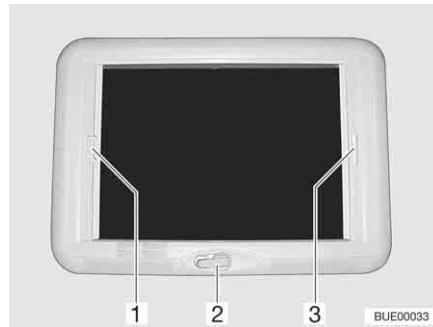

Bild 94 Kurbelhub-Dachhaube
*Öffnen:* ■ Die Handkurbel (Bild 94,2) drehen, bis Widerstand spürbar ist.
*Schließen:* ■ Die Faltdunklung am Griff (Bild 94,3) ziehen und an der gewünschten Position loslassen. Die Faltdunklung bleibt in dieser Position stehen.
*Schließen:* ■ Den Insektenschutz am Griff (Bild 94,1) zum gegenüberliegenden Griff der Faltdunklung (Bild 94,3) ziehen und einrasten lassen.
*Öffnen:* ■ Den Griff des Insektenschutzes (Bild 94,1) hinten nach oben drücken und den Insektenschutz an der Faltdunklung (Bild 94,3) aushängen.